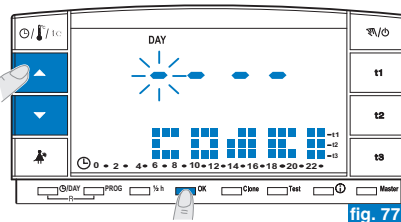
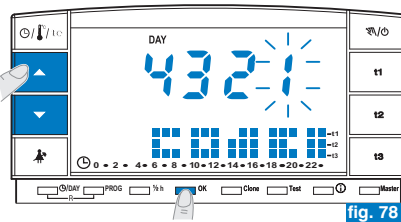

fig. 77
fig. 78
- Sul display apparirà la scritta **CoDe II** e il primo trattino a sinistra lampeggerà (fig. 77); inserire la **nuova password** utilizzando i tasti ▲▼ quindi confermare ogni valore premendo il tasto OK (esempio in fig. 78).
- Quando sul display apparirà la scritta **CoDe II** inserire come password 4 trattini (----) e confermare ogni "trattino" premendo il tasto OK (fig. 77).